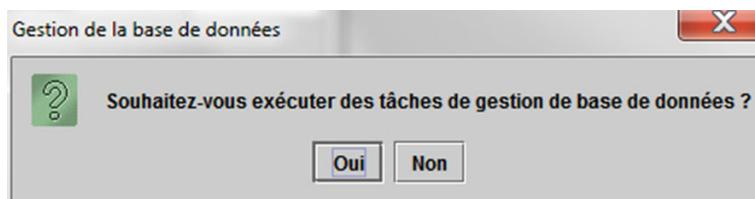
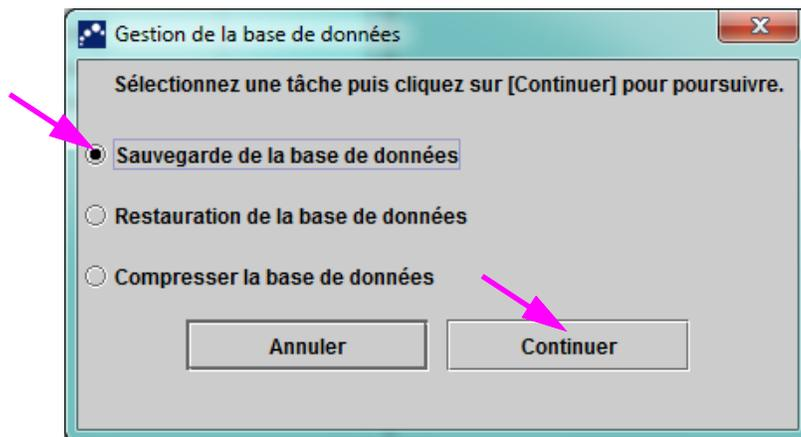

Figure 5-72. Boîte de dialogue Gestion de la base de données
Figure 5-73. Fenêtre Gestion de la base de données
L'administrateur du Système GeneXpert Dx précise si l'utilisateur a les permissions nécessaires pour les tâches de gestion des données. Consultez la Section 2.13, Définition des utilisateurs et des autorisations. Consultez l'administrateur du Système GeneXpert Dx pour ajuster les permissions afin de répondre à vos besoins. Si les **Rappels de gestion de la base de données** sont activés, l'utilisateur est invité au démarrage à préciser s'il est nécessaire ou non d'effectuer une gestion de la base de données. L'invite s'affiche seulement si l'utilisateur dispose des privilèges nécessaires pour exécuter ces tâches. Si l'utilisateur ne dispose d'aucun de ces privilèges ou si les **Rappels de gestion de la base de données** sont désactivés, l'invite n'est pas affichée. Voir Figure 5-72.
8. **Si aucune tâche de gestion de la base de données n'est requise**, cliquez sur **Non** dans la boîte de dialogue Gestion de la base de données (voir la Figure 5-72) et passer à la Section 5.2.3.2, Rappel d'archivage en retard.
Si vous souhaitez effectuer des tâches de gestion de la base de données, cliquez sur **Oui** dans la boîte de dialogue Gestion de la base de données (cf. Figure 5-72). La boîte de dialogue Gestion de la base de données s'affiche. Voir Figure 5-73.
1. Sélectionnez **Sauvegarde de la base de données** dans la fenêtre Gestion de la base de données (cf. Figure 5-73).